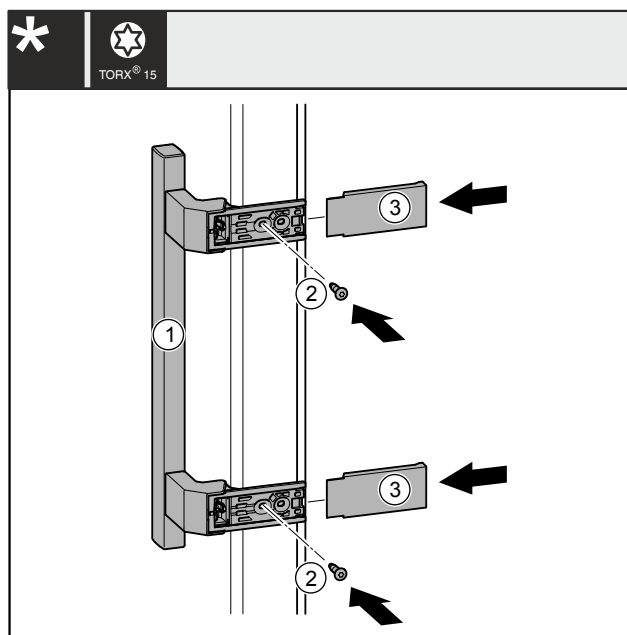

Fig. 41
- Pange käepide Fig. 41 (1) vastasküljel kohale.
- Keerake kruvid Fig. 41 (2) kruvikeerajaga kinni.
- Pange katted Fig. 41 (3) küljel kohale ja lükake peale nii, et need fikseeruvad.